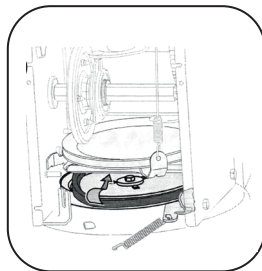

Рис.5
4. Снимите приводной ремень со шкива и пропустите его между опорным кронштейном и шкивом шнека (Рис.5).
6. Снимите ремень со шкива шнека и пропустите ремень между опорным кронштейном и шкивом шнека (Рис.5). Соберите ремень шнека, следуя инструкциям в обратном порядке